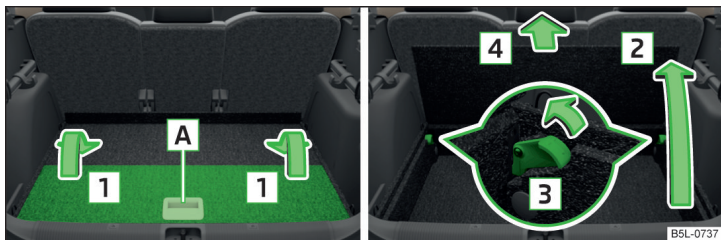

Fig. 109 Plierea/Extragerea suprafeței de încărcare variabile
- Prindeți podeaua variabilă de mânerul **A** și pliați-o în sensul săgeții **1** » fig. 109.